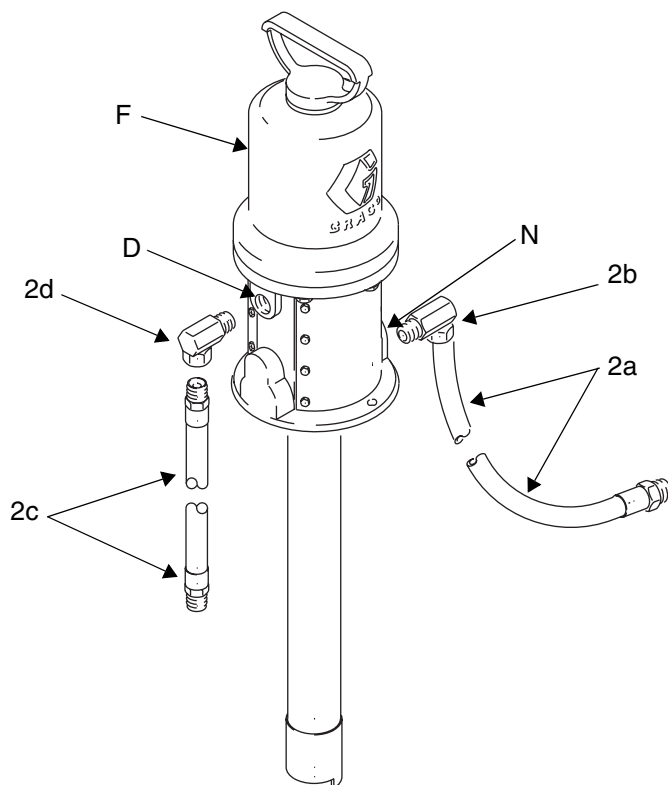
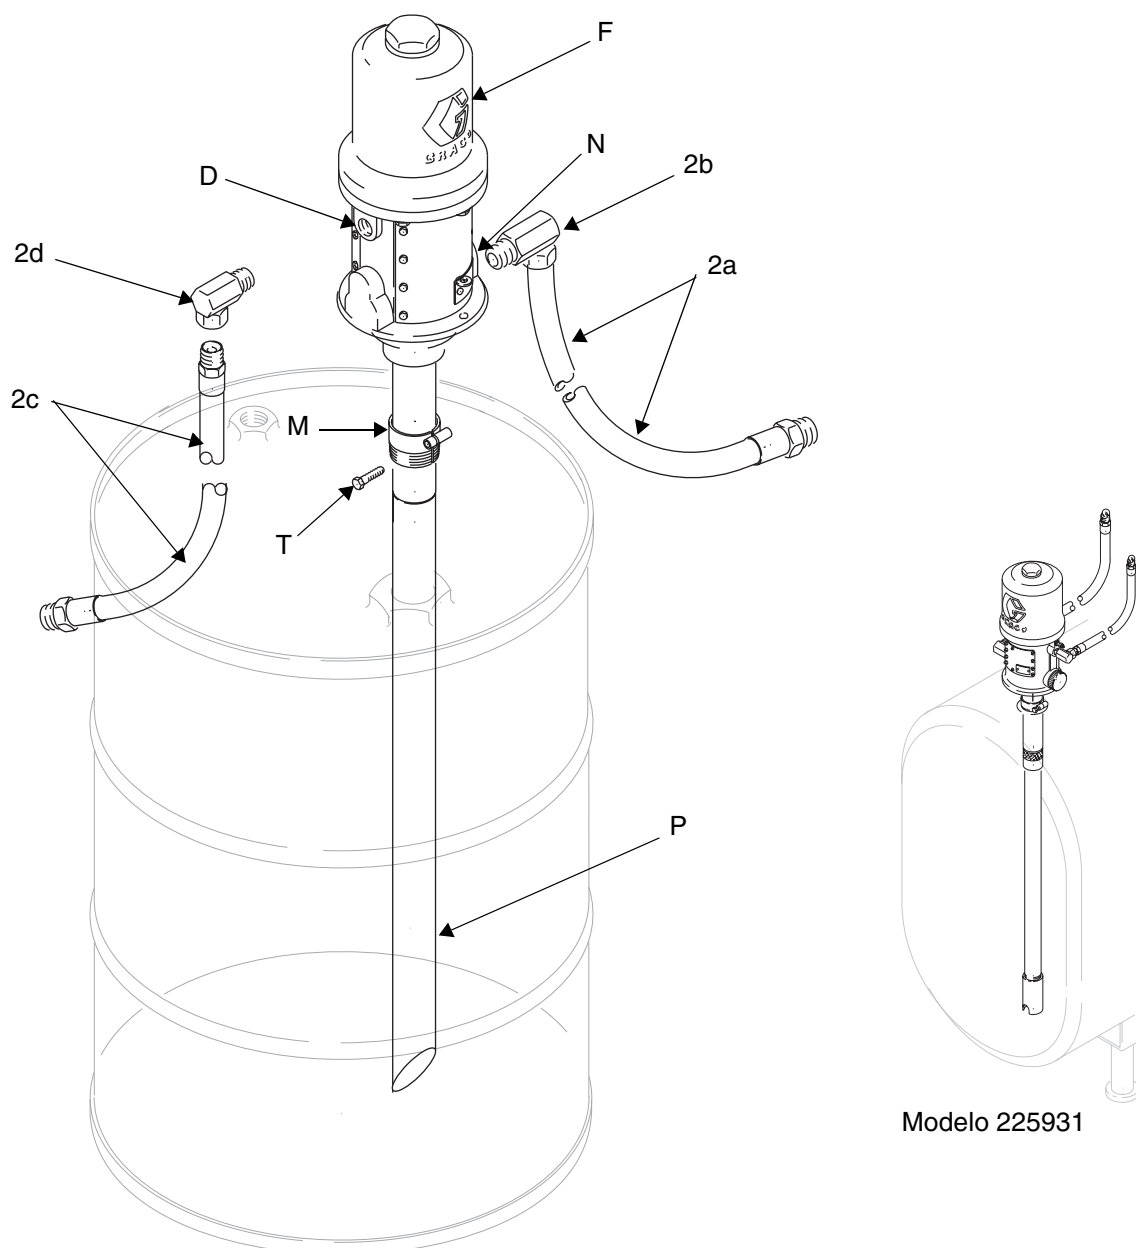

FIG. 3
FIG. 7
Las letras utilizadas para identificar a los componentes en FIG. 1 se refieren a los diagramas de instalación de los sistemas, del FIG. 3 al FIG. 7. Si fuera necesario, se utilizarán letras de referencia adicionales en los diagramas de instalación.
1. Apriete el adaptador de rosca (M) firmemente en el orificio de la rosca del bidón. Vea FIG. 7.
2. Para el modelo 246907, corte el tubo de extensión (P) en un ángulo de 45° a la longitud apropiada al tamaño del bidón. Cuando lo instale, la parte inferior del ángulo debe quedar a unos 25 mm del fondo del bidón. Para los modelos 224640 y 225931, el tubo descendente está dimensionado según el recipiente.
3. Apriete el tornillo del adaptador de rosca (T) para sujetar la bomba.
4. Aplique sellador de roscas a las roscas macho de la unión giratoria de 3/8 npt (2d). Enrosque la unión en la entrada de aire de la bomba (D).
5. Aplique sellador de roscas a las roscas macho de la unión giratoria de 1/2 npt (2b). Enrosque la unión en la salida de aire de la bomba (N).